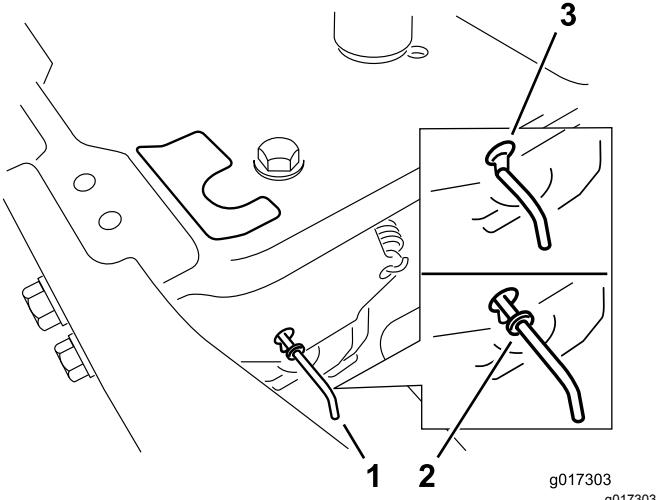

Figure 31
- Déplacez les leviers de dérivation en avant à travers le trou de clavette et vers le bas pour les verrouiller en position (Figure 31).
Déplacez les leviers de dérivation en arrière à travers le trou de clavette et vers le bas pour les verrouiller en position, comme montré à la Figure 31.